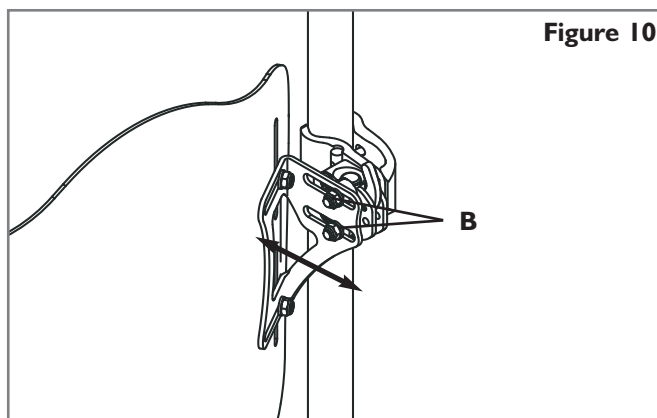

Figure 10
- Pour ajuster la profondeur et l'inclinaison du dossier J3, désérrez les écrous gauche et droit (Fig. 10-B) dans les fentes de la pince de fixation.
- Régalez la hauteur et/ou l'angle et serrez fermement. Les spécifications de couple de serrage sont de 11,3 - 12,4 Nm. Assurez-vous qu'aucun écrou de réglage en profondeur (Fig. 10-B) ne glisse ou ne tourne à vide.